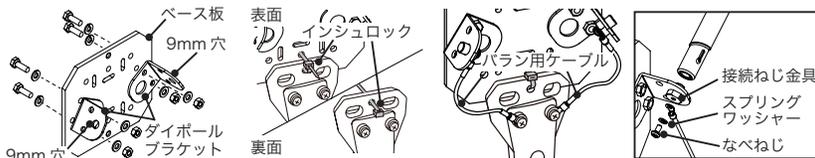
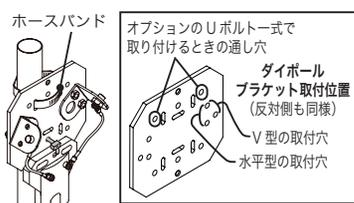

図1
図4
- ① ベース板にダイポールブラケット（9mm 穴を上）をねじ一式で取り付けます（図1、図4右）。V型・水平型どちらか選択可能です。
- ④ ベース板を付属のホースバンドでポールに取り付けます（図4）。また、オプションのUポルト一式（CUB-035）で取り付けも可能です。